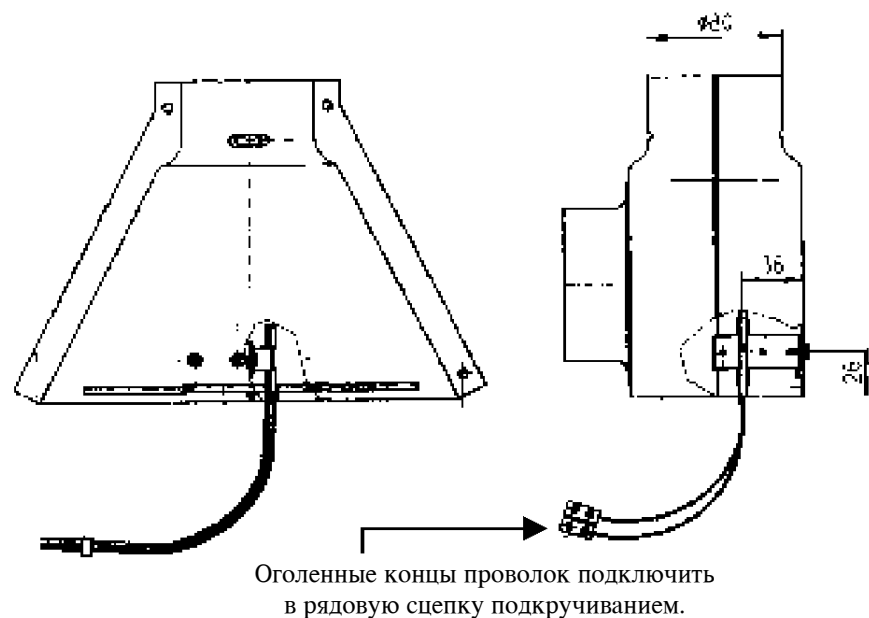
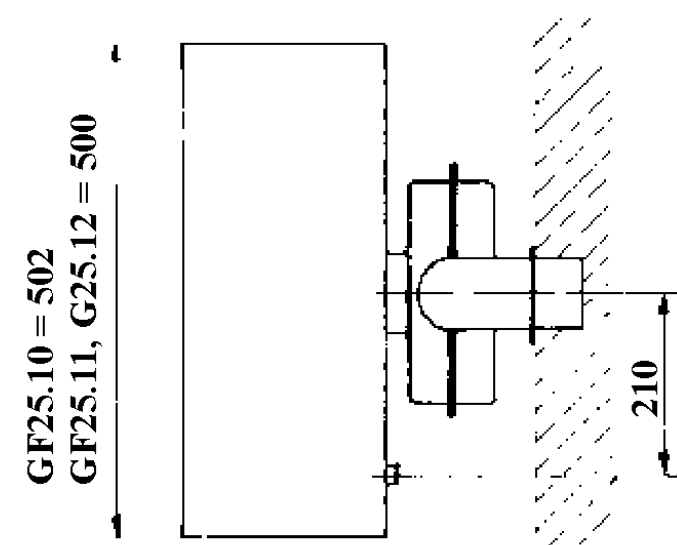

Рис. 1. Крепление к стене установки с выводом в дымоход
Рис. 2. Подключение теплоограничителя.
Монтаж установки показан на рис. 2.
- Прикрепить опорные листы (2 шт) к держательному элементу, находящемуся на обороте установки с помощью винтов М6х16 (3), гайки М6 (4) и прокладки М6 (5) по 2 шт.
- Отметить на стене места присоединения держателей и просверлить места для пласт массовых дюбелей (7) (2 шт).
- Закрепим двумя шурупами (6) установку к дюбелям (7).
- Обеспечиватель тяги продуктов сгорания (1), приложенный к установке, приложить на место соединения, потом вынимая из монттированной трубы горения термодатчик включателя Пепи (12) прикрепить на обеспечиватели тяги продуктов сгорания по приложенному чертежу монтажа.
- Термоограничитель (12), смонтированный на обеспечиватели тяги продуктов сгорания соединить по рис. 2 к монттированной трубе горения (2) (рис. 1.). Термоограничитель нельзя выключить и в случае его замены, использовать можно только оригинальные детали производителя.
- Трубу отвода продуктов сгорания (8) присоединить к дымоходу.
Монтаж установки показан на рис. 1.